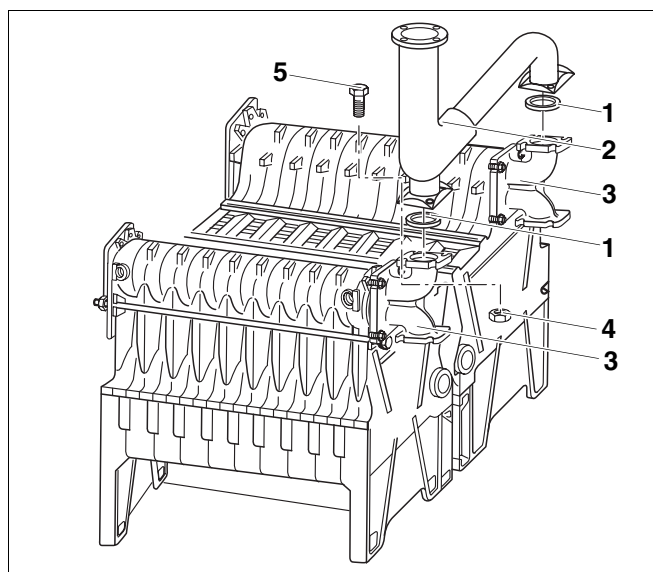

Рис. 29 Установка трубы подающей линии
- Уложить уплотнения (рис. 29, поз. 1) на верхнюю сторону обоих соединительных элементов (рис. 29, поз. 3).
- Установить трубу подающей линии (рис. 29, поз. 2) на соединительные элементы (рис. 29, поз. 3).
- Вставить болты M12 x 40 (рис. 29, поз. 5) сверху через фланцы трубы подающей линии (рис. 29, поз. 2) и соединительных элементов (рис. 29, поз. 3).
- Навернуть гайки с напрессованными шайбами (рис. 29, поз. 4) на болты (рис. 29, поз. 5) и затянуть крест на крест.